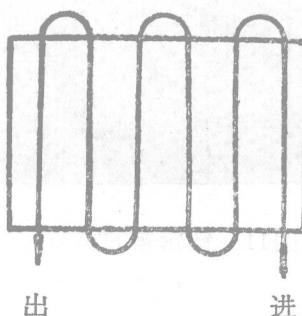

图7 梭行耕作法
①梭行耕作法（图7）：这种耕作方法是较基本的，适用于地块较小或形状不规则的地块，但只能用于双向式的栅条单铧犁，每次耕到地头后可以调节犁面的反土方向，使它达到来回耕作都使土垡翻到同一个方向的目的。